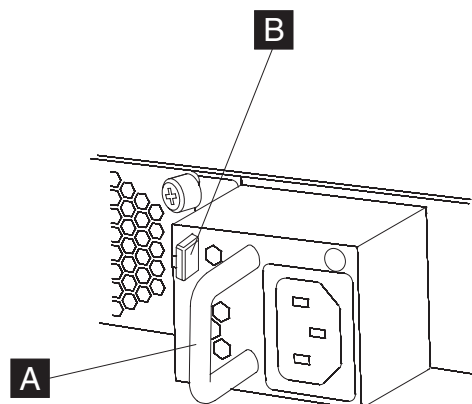
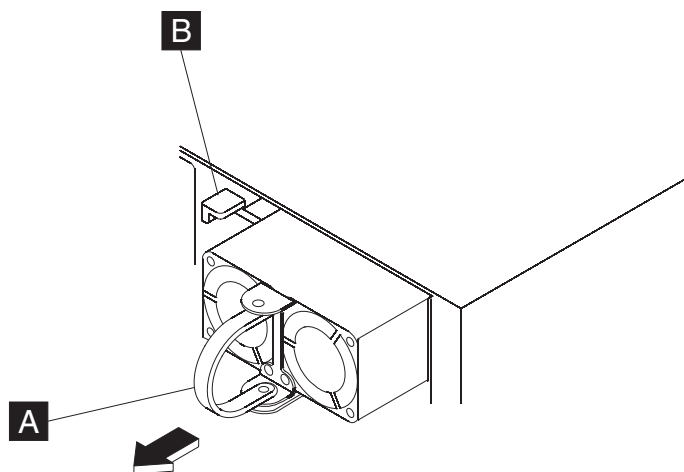

Figura 23. Com treure un mòdul de font d'alimentació d'un dispositiu Tipus 7198
Figura 24. Com treure un mòdul de font d'alimentació d'un dispositiu Tipus 7199
- a. Agafeu amb força l'agafador **A** del mòdul que ha fallat al mateix temps que obriu la balda taronja **B** cap a l'agafador i manteniu-la en aquesta posició, tal com es mostra a Figura 23 a la pàgina 53 o Figura 24 a la pàgina 53.